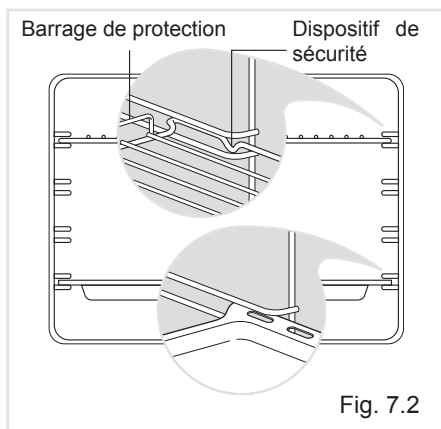

Fig. 7.2
- Faire glisser sur les guides la grille et la lèche-frite fig. 7.2.